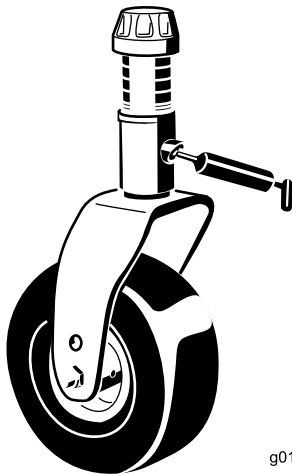

Bild 46
- Eine Laufradgabel-Wellenbüchse (Bild 46)